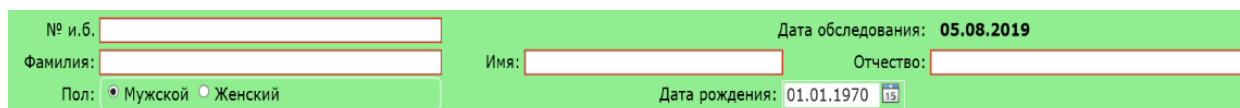

Рисунок 11 – Экран карточки пациента
- Поля «№ и.б.» (№ истории болезни), «Фамилия», «Имя» и «Отчество» обязательны для заполнения (рисунок 11). На одного пациента с соответствующим номером истории болезни может быть заведена только одна карточка. Это позволяет сформировать базу данных таким образом, чтобы исключить дубликаты.